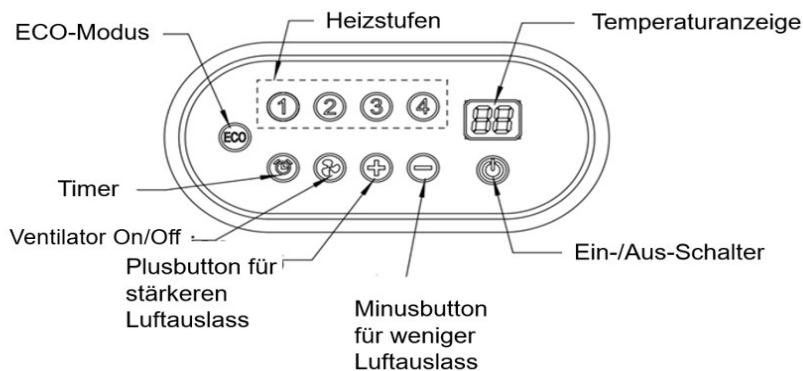

Abb. 6-1: Gerätebeschreibung Bedienfeld
- ➔ Drücken Sie die Heizstufen-Tasten 1, 2, 3 oder 4, um die gewünschte Heizleistung einzustellen (siehe Abb. 6.1 oder 6.2)